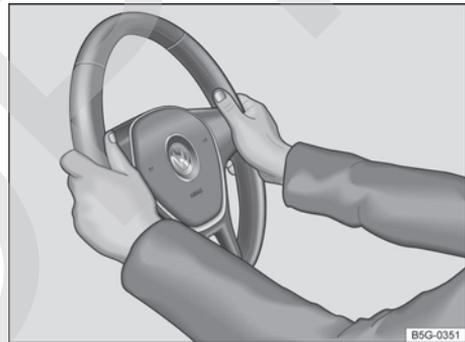

Fig. 75 En el volante: posición equivalente a las 9 y las 3 horas.
- Ajuste el volante de forma que pueda sujetarlo con las dos manos por los lados, por su parte exterior, en la posición equivalente a las 9 y las 3 horas → fig. 75 con los brazos ligeramente flexionados.
- Con el fin de reducir el peligro de sufrir lesiones en caso de que se dispare el airbag frontal del conductor, durante la conducción sujete siempre el volante por los lados, por su parte exterior, con las manos en la posición equivalente a las 9 y las 3 horas → **fig. 75**.